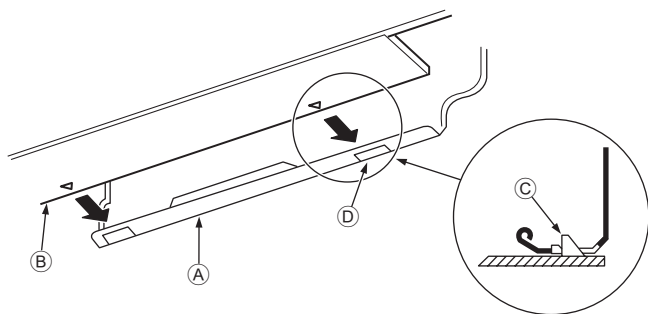

Рис. 3-15
3. Устанавливая трубки хладагента и дренажа в отверстие на стене (муфту), подвесьте верхнюю часть внутреннего блока к монтажной плите ①.
5. Закрепите блок, вдвинув его нижнюю часть в монтажную плиту ①. (Рис. 3-15)
* Убедитесь, что нижние фиксаторы внутреннего блока надежно встали в монтажную плиту ①.
- ① Монтажная плита
- ② Внутренний блок
- ③ Крюк
- ④ квадратное отверстие